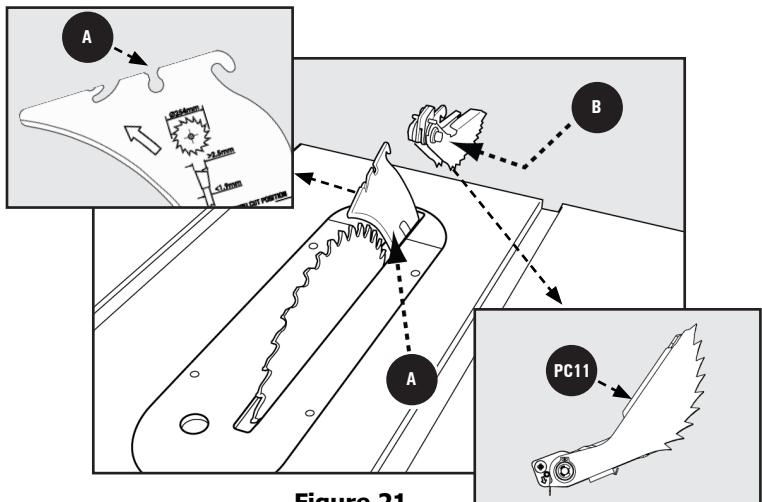

Figure 21
- Reportez-vous à la Figure 21 et localisez la fente de montage des doigts anti-retour **A** au milieu du bord supérieur du couteau diviseur.